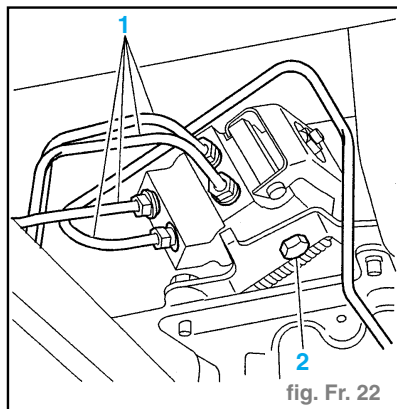

fig. Fr. 22
- Désaccoupler les 4 canalisations (1). (fig. Fr. 22)